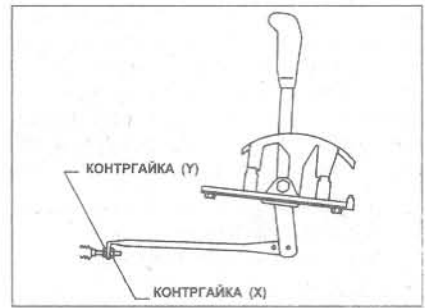

Рис. 7.10 Регулировка механизма отборщика передач (Главы 7 и 8)
- 7 Подтяните заднюю контргайку регулятора тросика ("Х", Рис. 7.10), чтобы устранить провисание.
- 8 Зажмите переднюю контргайку регулятора тросика ("У", Рис. 7.10).
- 5 Открутите контргайку заднего регулятора тросика ("X", Рис. 7.10), снимите тросик с автомобиля.
- 11 Завинтите переднюю контргайку регулятора тросика ("Y", Рис. 7.10) насколько возможно, пропустите конец тросика через шток переключения передач, установите заднюю контргайку регулятора ("X", Рис. 7.10).